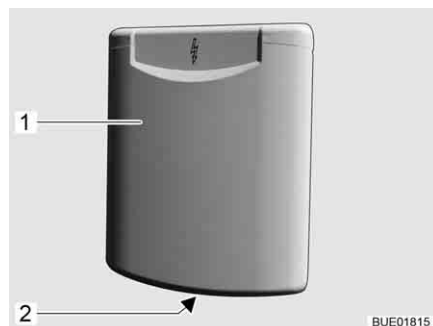

Bild 42 Lucka för 230 V-anslutning
- Ta tag i handgreppet (Bild 42,2) på den utvändiga luckan (Bild 42,1) och fäll upp den utvändiga luckan.